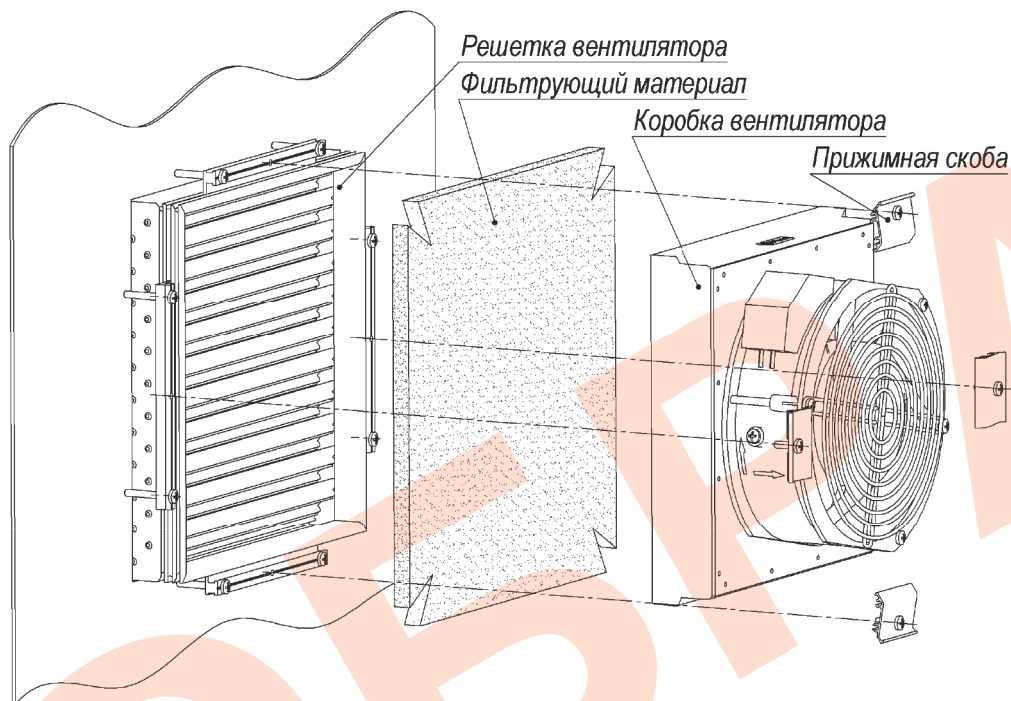

Рис.3 Замена фильтрующего материала
**На зимний период** при достижении температуры окружающей среды  $0\pm 5^\circ\text{C}$ , в коробки вентилятора и фильтра (рис.3) установить зимние заглушки ВТШ-70 (ФТШ-70), входящие в комплект поставки.
Для замены фильтрующего материала (рис.3), необходимо:
На зимний период при достижении температуры окружающей среды  $0\pm 5^{\circ}\text{C}$ , в коробку вентилятора (рис.3) установить зимнюю заглушку, входящую в комплект поставки.